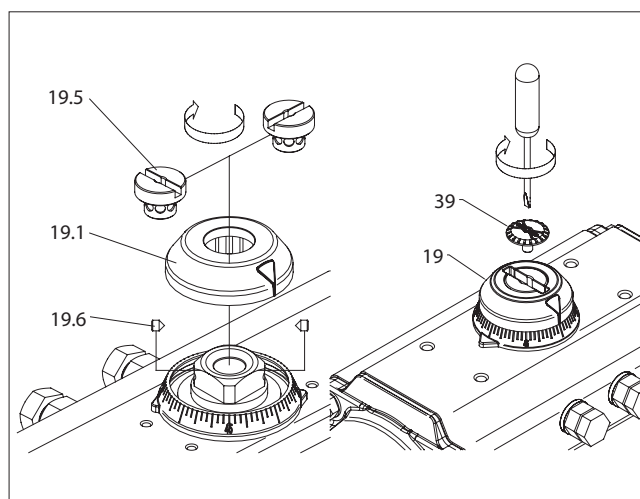
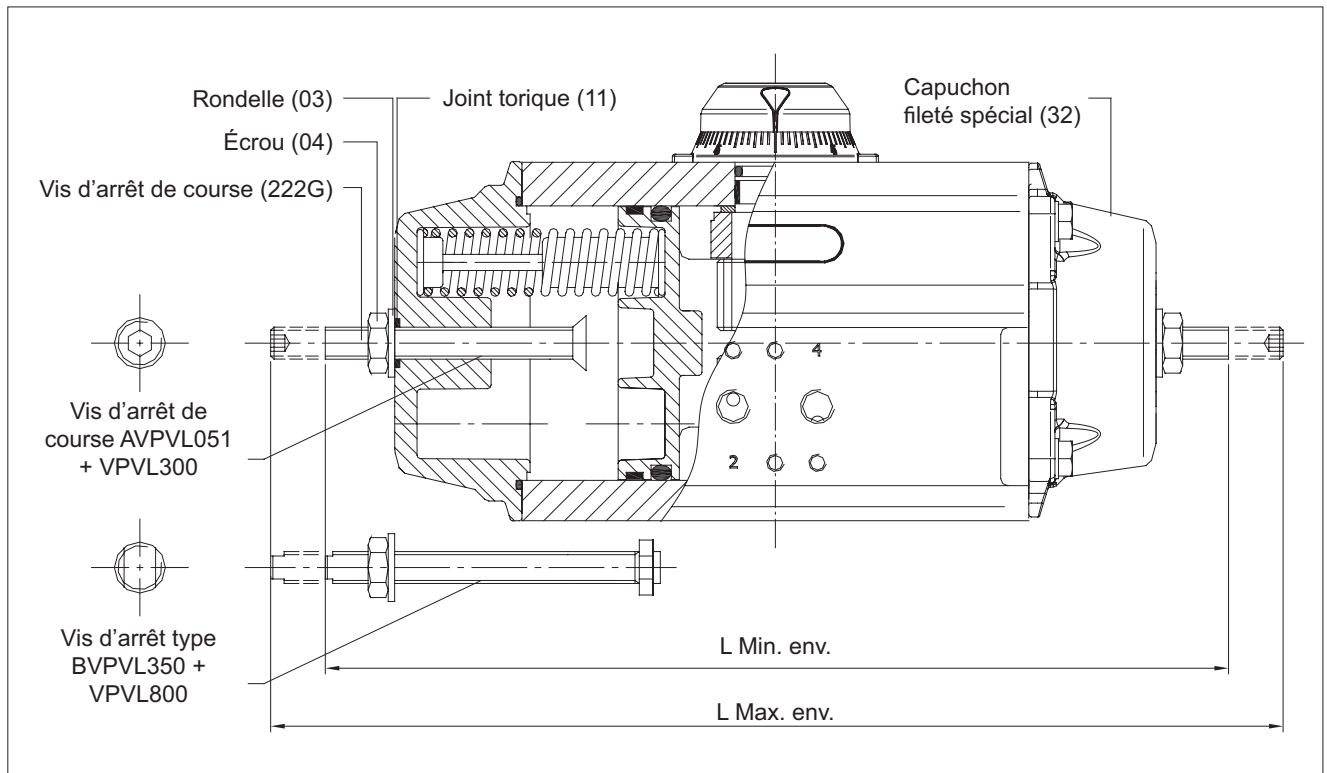

Figure 18.
Figure 19.
- B. Si la vanne n'est pas en position correcte pour le sens horaire, VISSEZ la vis de réglage de butée droite (2) pour réduire la course de l'actionneur, ou DÉVISSEZ-LA pour augmenter la course de l'actionneur.
- C. Lorsque la position correcte pour le sens horaire est obtenue, maintenez la vis de réglage (2) immobile tout en serrant le contre-écrou (4).
- E. Si la vanne n'est pas en position correcte pour le sens antihoraire, VISSEZ la vis de réglage de butée gauche (2) pour réduire la course de l'actionneur, ou DÉVISSEZ-LA pour augmenter la course de l'actionneur.
- F. Lorsque la position correcte pour le sens antihoraire est obtenue, maintenez la vis de réglage (2) immobile tout en serrant le contre-écrou (4).
6. Montage de l'indicateur de position (19, 39). (Figure 18) :
- A. Montez l'indicateur de position (19) sur l'arbre (60), en vérifiant qu'il indique la position correcte de l'actionneur.
- B. Serrez le bouchon vissable (39) pour fixer l'indicateur de position.
7. Réglage de la butée réglable à 100 % (le cas échéant). (Figure 19) :